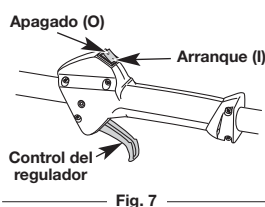

Fig. 7
NOTA: No hay necesidad de encender la unidad. El Control de Parada Arranque y Apagado está en la posición Arranque (I), en todo momento (Fig. 7).
2. Oprima y mantenga oprimido el control de encendido y apagado en la posición de APAGADO (O) hasta que el motor se detenga por completo (Fig. 7).
- NOTA:** No hay necesidad de encender la unidad. El Control de Parada Arranque y Apagado está en la posición Arranque (I), en todo momento (Fig. 7).